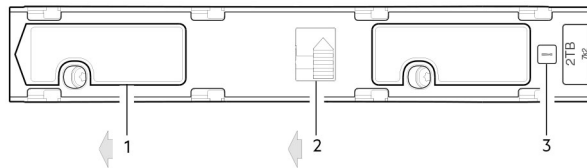

Figure 64. Installation d'un DDIC
- b Déplacez le loquet coulissant dans la direction indiquée dans Figure 64. Installation d'un DDIC